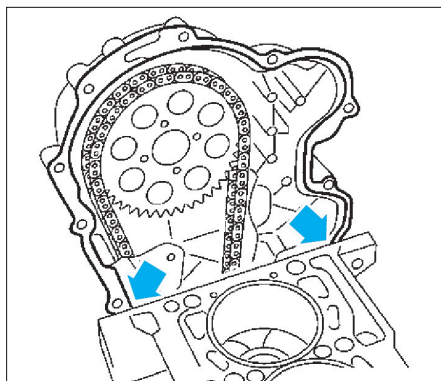

FIG. 89
- Appliquer un produit d'étanchéité entre le joint du carter de distribution et le bloc cylindre (flèche) (Fig.89).